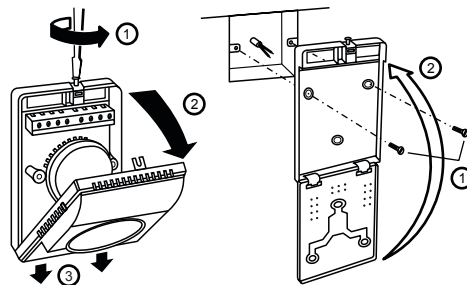

Рисунок 6. Монтаж пульта управления
2. Для установки пульта управления необходимо отвернуть винт, снять крышку и панель пульта, закрепить пульт на стене, установить панель и верхнюю крышку (см. рис. 6).